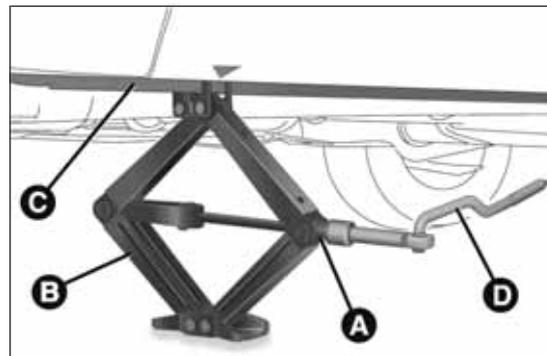

fig. 160
- Introducir la manivela D fig. 160 en el alojamiento del dispositivo A, accionar el gato y levantar el vehículo, hasta que la rueda se levante del suelo unos centímetros;